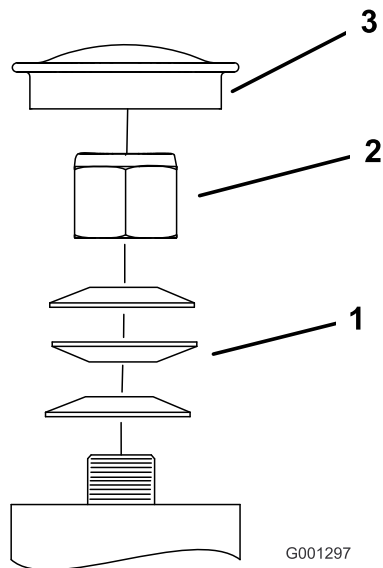

Figura 69
3. Retire el tapón guardapolvo de la rueda giratoria y apriete la contratuerca (Figura 69).
4. Apriete la contratuerca hasta que las arandelas de muelle estén planas, luego afloje 1/4 de vuelta para establecer la pre-carga correcta de los cojinetes ().Figura 69
Importante: Asegúrese de que las arandelas de muelle están correctamente instaladas, según se muestra en Figura 69.
5. Coloque el tapón guardapolvo (Figura 69).